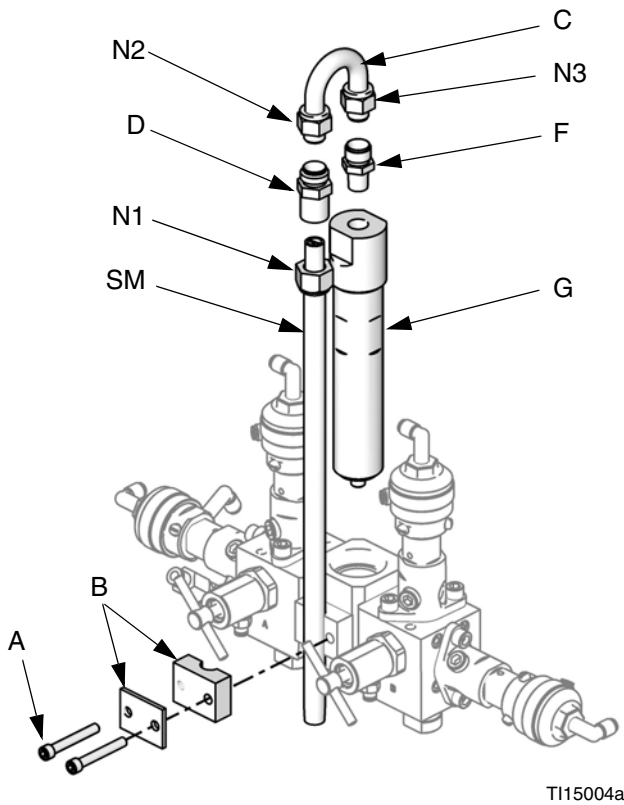

FIG. 8: Desarmado del integrador y el mezclador estático
1. Retire los tornillos (A) y el conjunto de ménsula del mezclador estático (B). Consulte FIG. 8.
2. Afloje la tuerca del mezclador estático (N1). Retire y retenga el mezclador estático (SM).
3. Afloje las tuercas del tubo en U (N2 y N3). Descarte el tubo en U (C) y el accesorio del mezclador estático (D).
4. Retire y retenga el accesorio de 1/4 npt (m) (F). Retire y descarte el integrador (G).